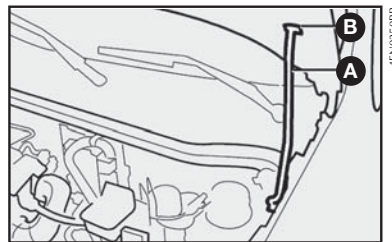

fig. 74
- 3) levantar o capô segurando-o pela parte central e, simultaneamente, soltar a vareta de suporte **A**-fig. 74 do seu dispositivo de travamento.
- 4) introduzir a extremidade da vareta na abertura **B**-fig. 74 do capô do motor.
- 1) manter levantado o capô com uma mão e, com a outra, tirar a vareta **A**-fig. 74 da abertura **B** e repô-la no seu dispositivo de bloqueio.